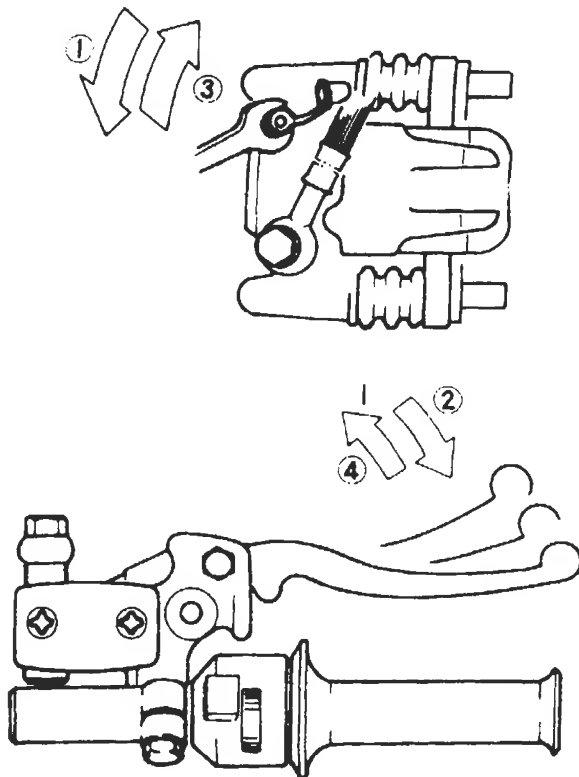

Bild 171
- Kolbensatz ⑦ eindrücken und Seegerring mit entsprechender Zange einsetzen. Staubkappe aufziehen und Bremslichtschalter anbringen. Handpumpe am Lenker anbringen.
- Beim Befüllen des Hydrauliksystems abweichend vom im Wartungskapitel angegebenen Schema nach dem im Bild 171 gezeigten Ablauf vorgehen. Dabei Entlüftungsschlauch in mit Bremsflüssigkeit befülltes Gefäss enden lassen.